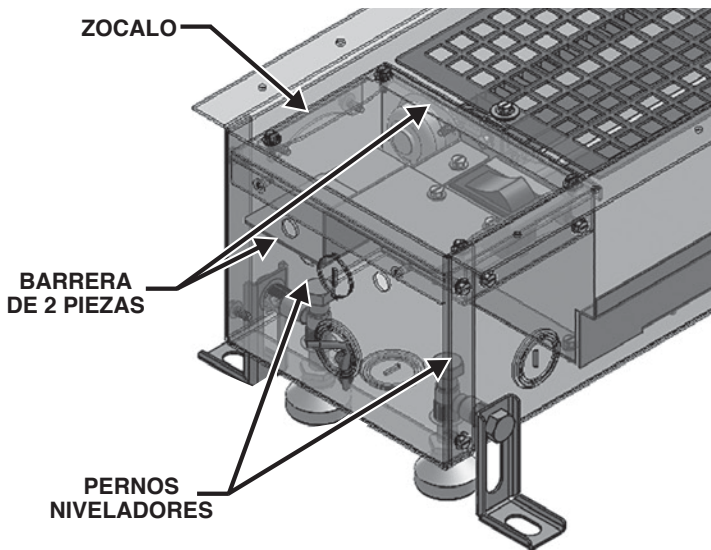

Figura 11B: Componentes del compartimento de cableado
- Con cuidado, retire dos barreras con forma de Z para llegar a los cables y a las patas niveladoras. **Nota:** dependiendo del modelo de calefactor, se deben retirar los accesorios de la caja de conexiones para realizar el cableado y nivelar el calefactor. Ver la figura 11B.
9. Con cuidado, retire dos barreras con forma de Z para llegar a los cables y a las patas niveladoras. **Nota:** dependiendo del modelo de calefactor, se deben retirar los accesorios de la caja de conexiones para realizar el cableado y nivelar el calefactor. Ver la figura 11B.
7. Con cuidado, retire dos barreras con forma de Z para llegar a los cables y a las patas niveladoras. **Nota:** dependiendo del modelo de calefactor, se deben retirar los accesorios de la caja de conexiones para realizar el cableado y nivelar el calefactor. Ver la figura 11B.